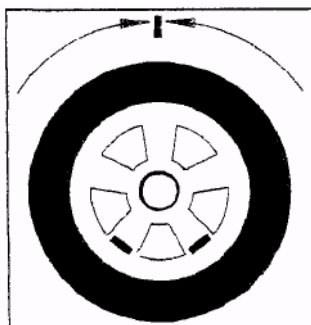

рис.22
- затем необходимо поворотом колеса привести одну спицу в положение "смотрящей вертикально вверх" (12 часов, рис.22) и, *удерживая колесо в этом положении*, нажать кнопку "SPLIT" (оба светодиода которой включены);